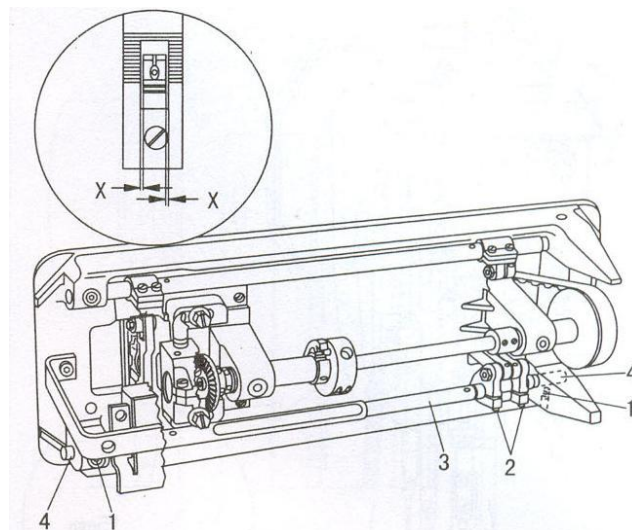

Рис. 11
1. Расположение зубчатой рейки поперек направления шитья (Рис. 11);